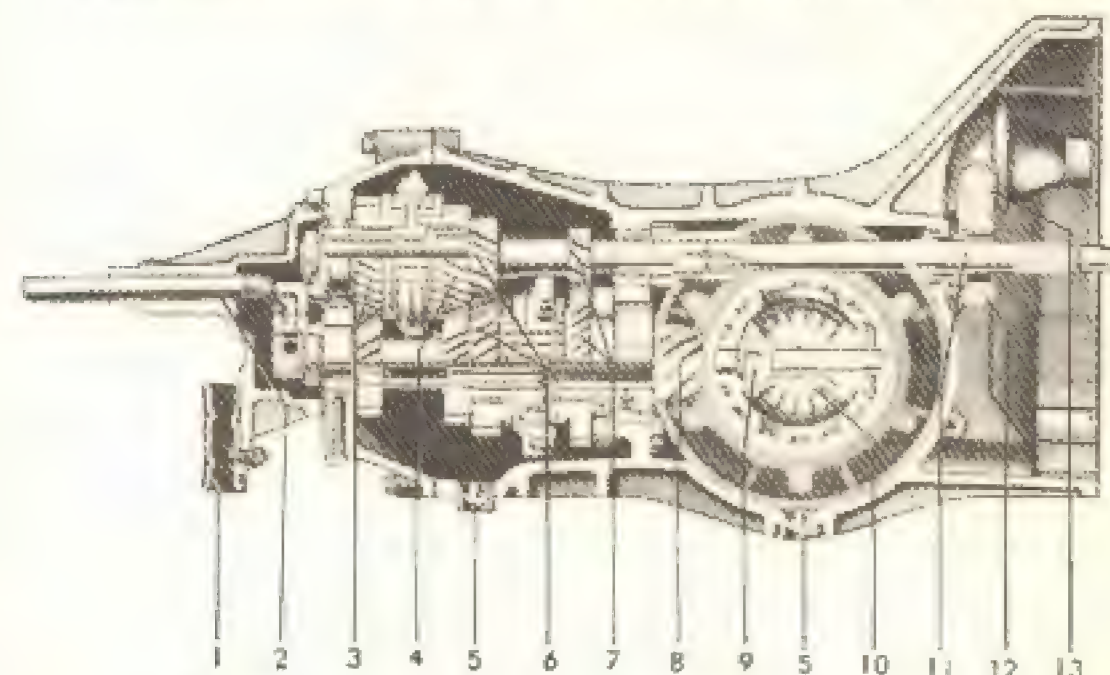
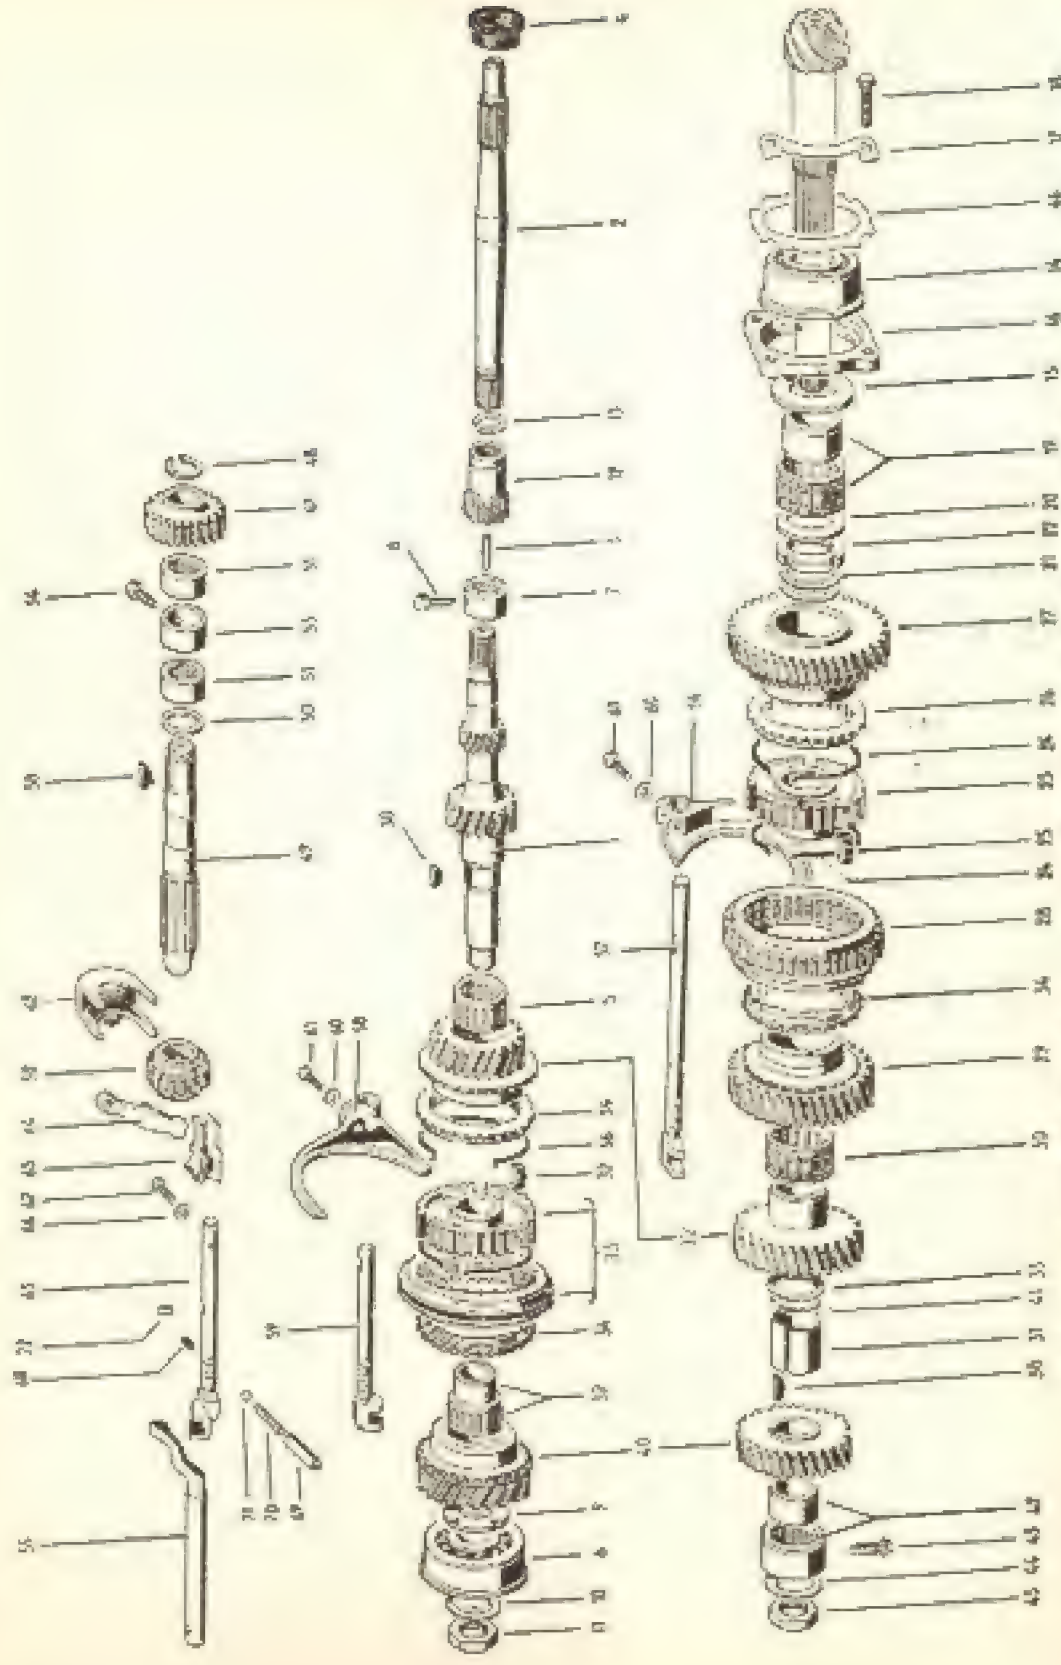

Fig. 1-K — Corte da caixa de mudanças e diferencial
Fig. 5-K — Peças Internas da caixa de mudanças totalmente sincronizada
Internamente, as engrenagens e sincronizadores se distribuem em duas árvores, a primária e a secundária, além do eixo da engrenagem de marcha-a-ré. A árvore primária se divide em duas partes, a dianteira (1, fig. 5-K) e a traseira (2). As figs. 1, 2 e 5-K ilustram a caixa de mudanças sob vários aspectos, mostrando, inclusive a nomenclatura das peças.
- Solta-se o anel de retenção (13, fig. 5-K) da manga de acoplamento da árvore primária com a engrenagem de marcha-a-ré (12), retira-se essa peça e também a árvore primária (2).
- Retiram-se os parafusos do flange retentor do rolamento do pinhão (18 e 16, fig. 5-K).
- Retiram-se o anel de retenção da engrenagem de marcha-a-ré (47, 48, fig. 5-K), a engrenagem e a chaveta.
- Retira-se a árvore intermediária de marcha-a-ré (49) e a arruela de encôsto (50).
- Retira-se o parafuso (54) que prende a bucha intermediária dos rolamentos de agulhas do eixo de marcha-a-ré.
- Retiram-se os calços de regulagem do pinhão. (46, fig. 5-K).
- Retira-se a haste deslizante de 3.a e 4.a (59, fig. 5-K).
- Remove-se o anel interno do rolamento de agulhas (42, fig. 5-K) e a engrenagem da 4.a velocidade. Retira-se a chaveta (38), a bucha (31) a junta de regulagem (41) e a arruela (33).
- Retira-se a engrenagem de 3.a (32) e a da 2.a (29) e todo o corpo do sincronizador da 1.a e 2.a.
- Retira-se a engrenagem de 1.a (27), o flange retentor do rolamento cônico (16) e as arruelas de regulagem da folga axial da 1.a velocidade (21).
- Retira-se a porca redonda (22) usando-se o dispositivo VW 293.
- Retira-se a arruela de encosto (20) e o rolamento (19).
Fig. 7-K — A folga "a" indicada na figura ao lado, entre a arruela de encosto e a engrenagem de 1.a velocidade na árvore secundária, deve ser de 0,10 a 0,25 mm. A correção se faz por meio de arruelas de ajuste (21, fig. 5-K).
Para se apertar a porca redonda (22, fig. 5-K) firma-se a árvore no dispositivo VW 293. A torção de apêto é de 12 kgm.
A folga axial da engrenagem de 1.a velocidade (fig. 7-K) deve ser de 0,10 a 0,25 mm e se mede com a lâmina depois de colocado o conjunto do sincronizador de 1.a e 2.a. Para se corrigir essa folga existem arruelas de ajuste com espessuras de 0,10 — 0,15 — 0,20 — 0,25 — 0,30 e 0,40 mm. Essas arruelas são designadas pelo n.º 21 na fig. 5-K.
**Desmontagem e verificação da árvore primária.** — (Referências a legenda da fig 5-K). Retira-se a arruela de encosto (9) a engrenagem (40) o rolamento de agulhas (39), o anel sincronizador da 4.a (34), o anel interno do rolamento, o sincronizador de 3.a e 4.a e a engrenagem de 3.a velocidade (32). Usar a prensa em combinação com as ferramentas VW 401, 411 e 435. Retira-se o rolamento de agulhas da 3.a. Desmonta-se o sincronizador de 3.a e 4.a velocidades.
Colocam-se os calços de regulagem do pinhão (16, fig. 5-K) no rolamento (14) e o flange retentor (16). Monta-se o garfo de marcha-a-ré e a engrenagem corredeira na alavanca de inversão. Engrena-se marcha-a-ré. Para facilitar a montagem, deve-se fixar dois pinos guia em dois furos diametralmente opostos do flange retentor.
Coloca-se a tampa da caixa de mudanças na carcaça e apertam-se os parafusos de fixação do flange retentor (18, fig. 5-K) a torção de 5 kgm.
Resta montar a árvore primária. Oleia-se a superfície de contacto de vedador (4, fig. 5-K). Aparafusa-se a árvore (1), ao trem de engrenagens pelo parafuso (3) até o batente e solta-se um pouco até que as estrias coincidam com as da manga de acoplamento (12).